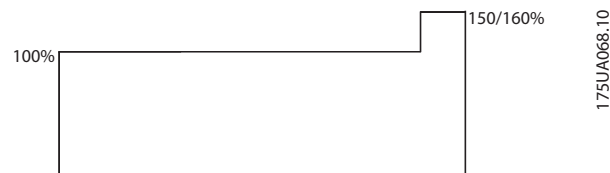

図 6.3 水平負荷
- 垂直負荷用ブレーキ抵抗器（クレーン、巻き上げ機、昇降機）、図 6.3 をご参照ください。